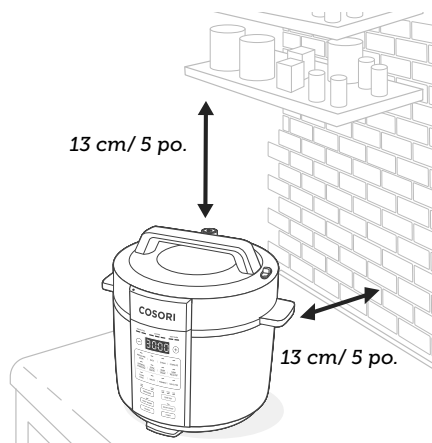

Figure 2.1
**Remarque :** laissez un espace de 13 cm/ 5 pouces au-dessus de l'autocuiseur. **[Figure 2.1]**